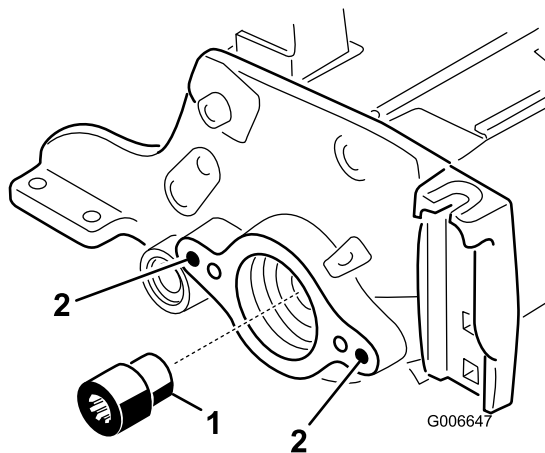

Figura 7
12. Utilizando o utensílio do veio de transmissão do cilindro, retire o adaptador ranhurado da extremidade do motor do eixo do cilindro (Figura 7). Utilize o
13. Instale o novo adaptador ranhurado (mais longo) no eixo do cilindro (Figura 7). Antes da instalação, aplique Loctite azul nas roscas do adaptador. Aperte com 85-95 ft-lb (115,2–128,8 Nm).
15. Utilizando uma torneira de 3/8-16, retire a tinta dos orifícios de montagem externa em ambas as placas laterais, a esquerda e a direita (Figura 7).